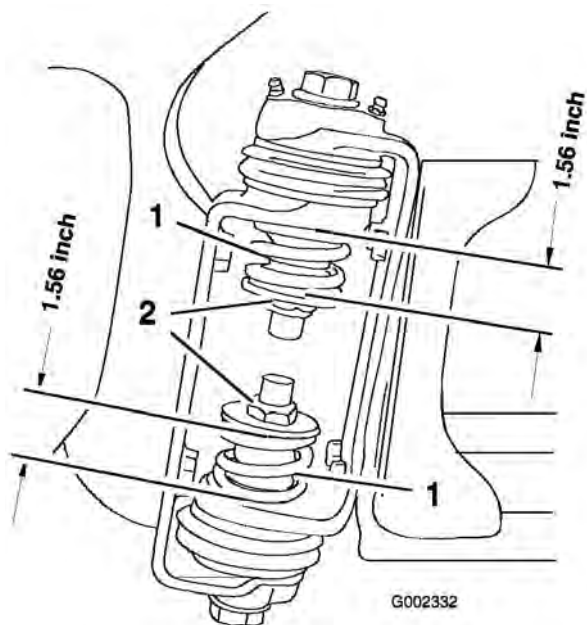

図 3
- ブームが開いた状態で、ブーム蝶番の部分で上部スプリングと下部スプリングの圧縮状態の長さを測定する（図 3）。